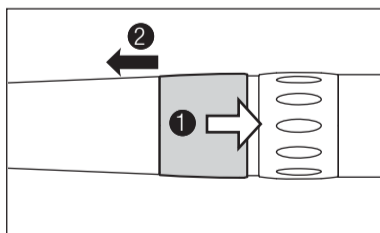

Fig. 3
(2) Desmontagem
- Puxe o anel de fixação e remova a turbina do acoplamento. (Fig.3)